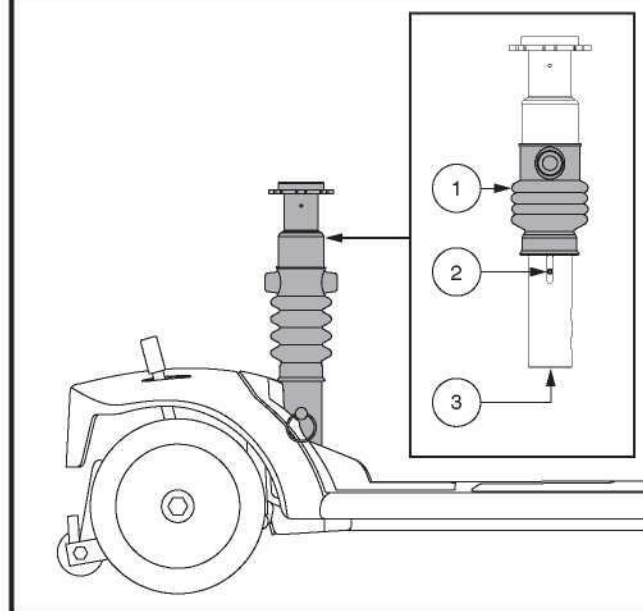

Figure 27 Réglage de la suspension du siège
Le mât du siège agit comme un absorbeur et peut être ajusté à différents degrés pour le confort de la conduite. Utilisez les vis de réglage qui sont visibles à travers la fenêtre de réglage sur le côté du mât comme guide lors du réglage. Faites glisser le manchon en caoutchouc vers le haut pour exposer les vis de réglage. **Voir la figure 27.**
3. Insérez une douille de 13 mm avec une extension au bas du mât. **Voir la figure 27.**